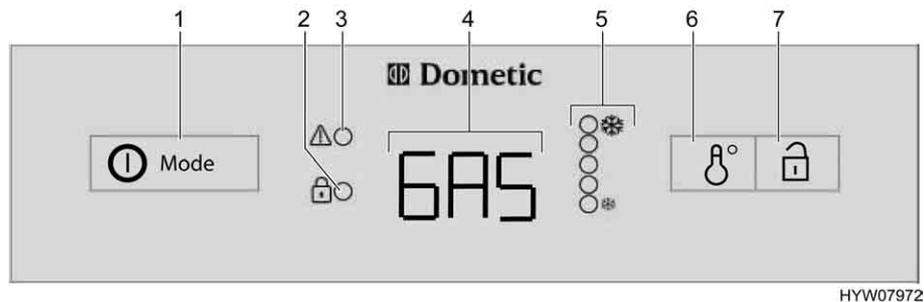

Fig. 153 Elementi di comando per il frigorifero (serie Dometic 8 con AES)
In caso di guasti il relativo indicatore LED "⚠" (Fig. 153,3) lampeggia.
Se l'alimentazione a 230 V **non** è allacciata e il motore della motrice è **speinto**, il sistema AES seleziona il rifornimento di gas. Selezionando il funzionamento a gas, il dispositivo di sicurezza si apre automaticamente, così che il gas possa fluire al bruciatore. Contemporaneamente si inserisce l'accenditore elettronico. Se la fiamma del gas si spegne, p. es. a causa di un colpo di vento, l'accenditore viene subito azionato riaccendendo il gas. In caso di guasti nel funzionamento a gas, nell'indicazione di funzionamento (Fig. 153,4) lampeggia la scritta "GAS".
Dopo l'accensione il frigorifero seleziona automaticamente la regolazione intermedia del termostato. Questa impostazione può essere modificata manualmente con l'interruttore per la regolazione della temperatura (Fig. 153,6). Gli indicatori LED (Fig. 153,5) visualizzano la temperatura selezionata sul termostato. Con l'interruttore viene regolata la temperatura di refrigerazione per tutti i tre tipi di energia. Ci vogliono alcune ore prima che il frigorifero raggiunga la temperatura normale di esercizio. Cambiando la modalità di funzionamento la regolazione del termostato non viene modificata. La temperatura di refrigerazione è indipendente dal tipo di energia utilizzata.
- Premere l'inseritore/selettore di energia (Fig. 153,1) per 2 secondi, per accendere l'apparecchio. L'ultima modalità di funzionamento prescelta viene visualizzata nell'indicazione di funzionamento (Fig. 153,4).
- Con l'inseritore/selettore di energia (Fig. 153,1) selezionare il tipo di energia.
- Regolare la temperatura di refrigerazione sull'interruttore per la regolazione della temperatura (Fig. 153,6). Gli indicatori LED (Fig. 153,5) visualizzano la regolazione del termostato prescelta.
- Premere l'inseritore/selettore di energia (Fig. 153,1) per 2 secondi. Cancellare tutte le indicazioni.